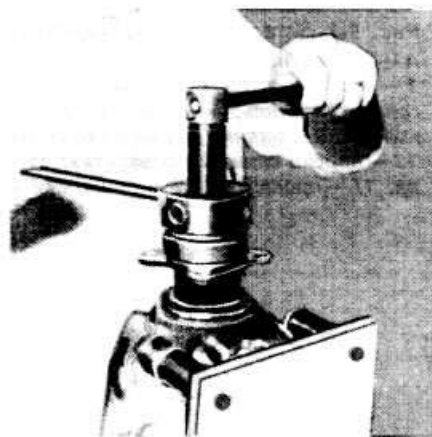

Рис. 9-12. Установка фланца ведущей шестерни с помощью приспособления 23 13 00
• Установить фланец ведущей шестерни (рис. 9-12) и затянуть гайку фланца до